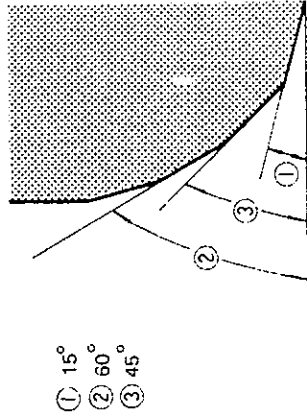

Fig. 3-68
2) ASIENTO DE VALVULA DE ADMISION: La secuencia de corte es la misma que para el asiento de válvula de escape, pero el segundo ángulo es diferente, como se observa en la Fig. 3-68.